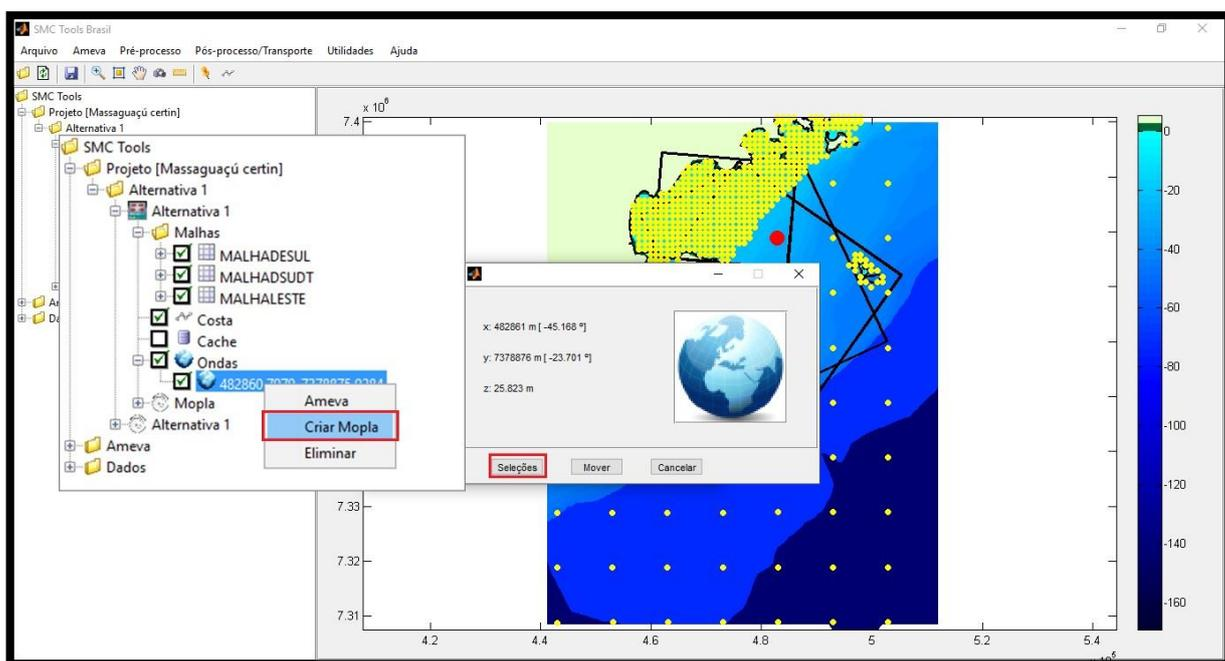

Figura 32 – Ponto DOW em vermelho, a partir do qual serão gerados os casos mais representativos para as propagações.
- 57) Visualizar um ponto DOW representativo na zona de interesse, próximo ao contorno das malhas (Figura 32);
desta pasta, ao clicar com o botão direito do *mouse* sobre o ponto selecionado aparece uma janela com diferentes opções: (1) Ameva; (2) Criar Mopla e (3) Eliminar (Figura 32);